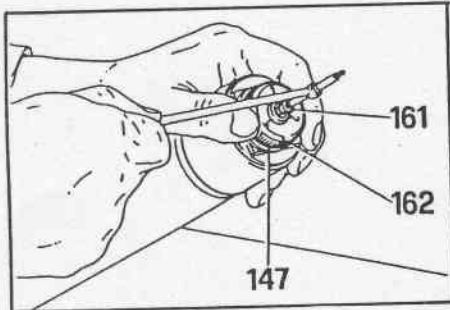

Fig. 21
- smontare la vite superiore (161 Fig. 21) tenendo fermo con la mano il pomello (162 Fig. 21) di registro;
Per procedere alla regolazione agire sull'apposito pomello situato in cima alla gamba destra (162 fig. 21) tenendo presente che: